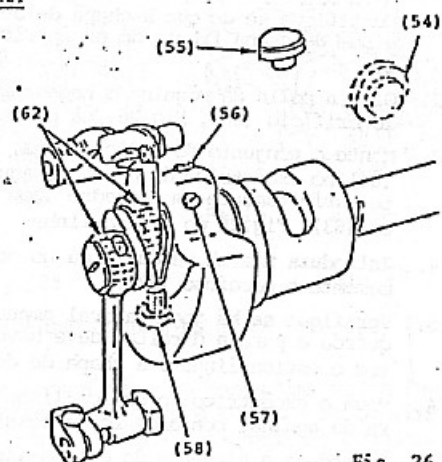

Fig. 26
1. Retire, da máquina, a chapa frontal, o tampão grande (54) e o tampão pequeno (55) do braço.
3. Gire a polia da máquina para dar acesso ao parafuso (56), Fig. 26 da bucha da barra da agulha pelo orifício aberto com a remoção do tampão (54). Afrouxe o parafuso (56).
4. Gire a polia da máquina conforme for necessário e, pelo mesmo orifício, afrouxe o parafuso (57).
NÃO MEXA no parafuso menor (58), Fig.26, de posicionamento, de cabeça hexagonal, que segura o excêntrico de movimento da barra da agulha na sua posição correta no eixo horizontal do braço.
parafuso (57) acessível pelo orifício (54), Fig.26, na
excêntrico (63), Fig.26 do estica-linha.
4. Introduza uma chave de fenda no orifício (54) do
Fig.26 no braço, na parte traseira do cabeçote.
1. Remova o tampão (55), fig.26, da parte superior do braço.